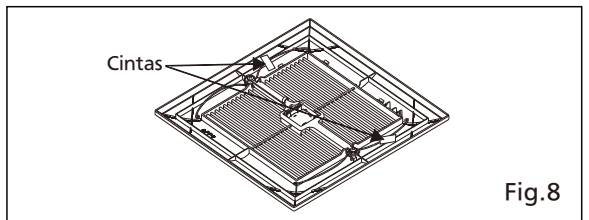

Fig.8
10. Quite las cintas de la lumbrera y de los resortes antes de hacer la instalación. (Fig.8)